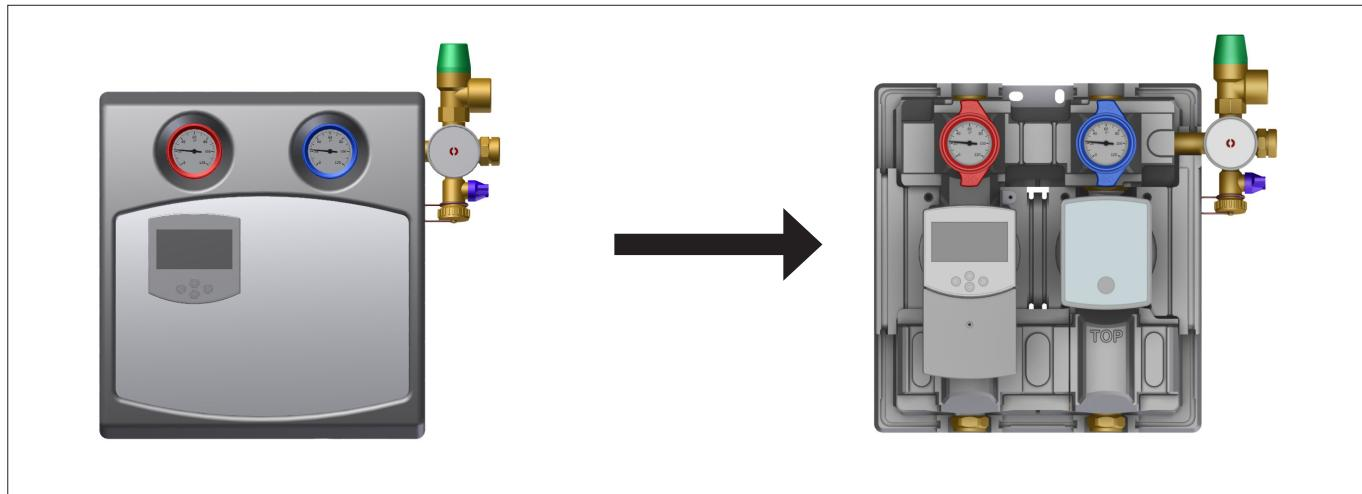

Fig. 4: Smontaggio del rivestimento (illustrazione rif. al mod. 8130 + dispositivo di regolazione)
- Smontare il rivestimento anteriore della stazione solare (vedere Fig. 4 a pag. 10).